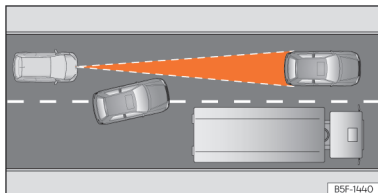

Fig. 139 Mudança de faixa de um veículo.
- Veículos que mudem para a faixa na qual circula a pouca distância do veículo >>> **Fig. 139**.